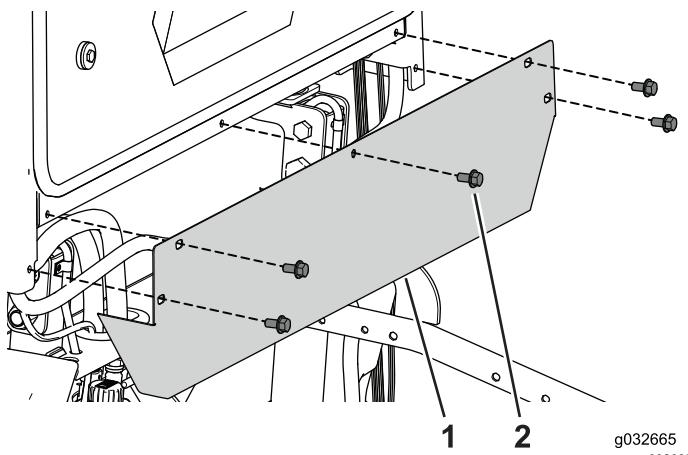

図 107
1. 後カバーをキャブに固定しているボルト5本を外す**図 107**。